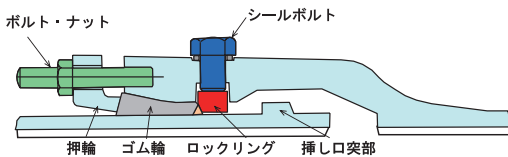

図 4 開発当初の耐震継手構造の一例
- ①開発当初に検討した継手構造は、図 4 に示すように挿し口突部を設けて受口内で挿し口が伸縮できるようにした。なお、ゴム輪はボルト・ナットで締め付けるメカニカルタイプとした。